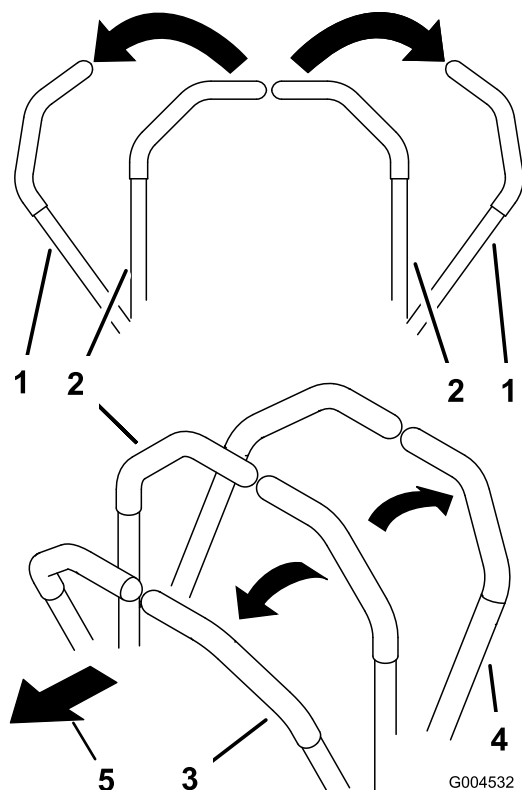

Figure 18
2. Pour vous déplacer en marche avant, poussez doucement les leviers de commande de déplacement vers l'avant (Figure 18).
Pour vous déplacer en ligne droite, appliquez une pression égale sur les deux leviers de déplacement (Figure 18).
Pour tourner, relâchez le levier de commande correspondant à la direction que vous voulez prendre (Figure 18).